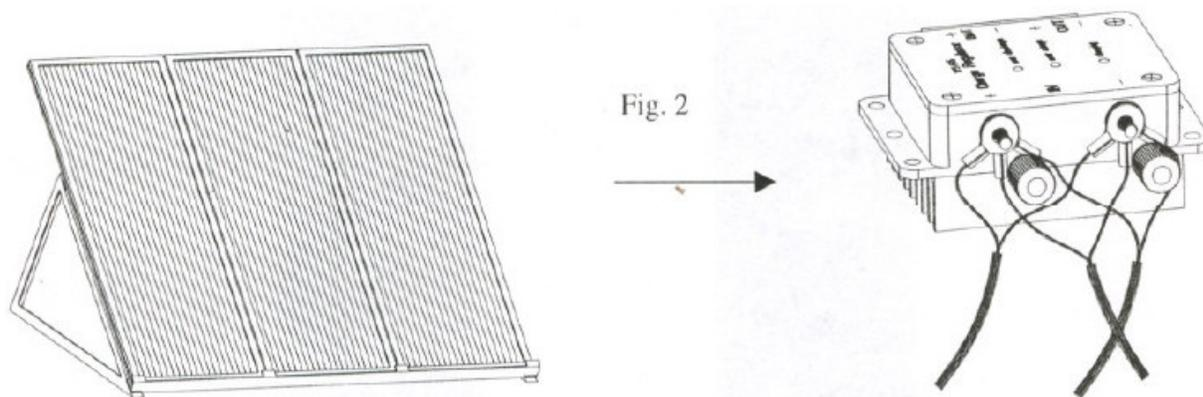

Fig. 3
3. Collegare la batteria ricaricabile da 12V (non inclusa) ai morsetti "BAT (rif. Fig. 3). Fare attenzione alla giusta polarità di connessione per non danneggiare il prodotto.